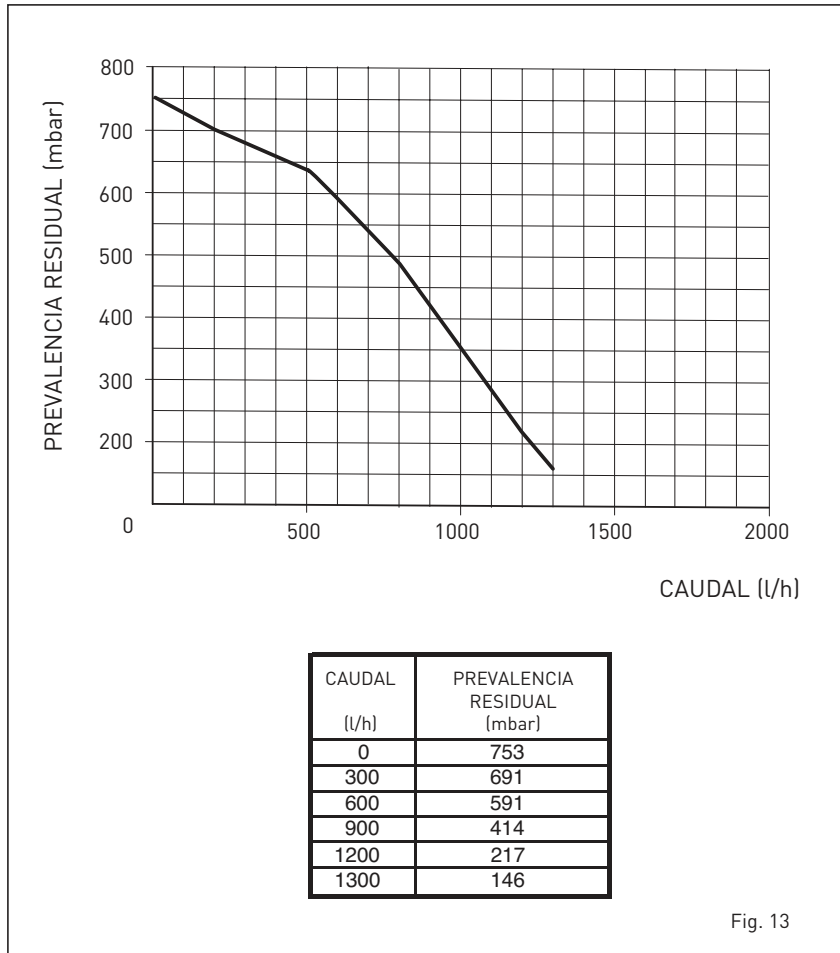

Fig. 13
3.8 PREVALENCIA RESIDUAL DISPONIBLE EN LA INSTALACION (fig. 13)
La prevalencia residual para la instalación de calefacción está representada, en función de la capacidad, del gráfico de la fig. 13.